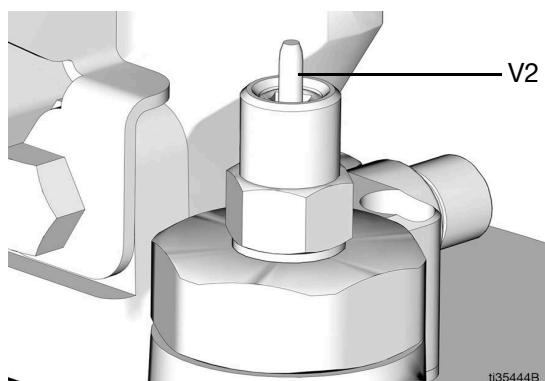

図 16
5. リモート充填ステーションポンプ (AA) を始動させてください。
6. タンク (K) が充填されている場合:
- リモート充填ステーションポンプ (AA) は失速 (空打ち) し、
- 図 16,